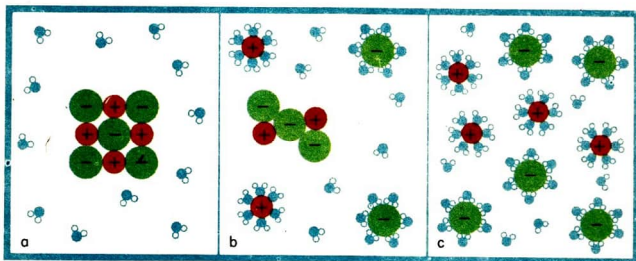

Abb. 5 Teilchendarstellung der Reaktion von Natriumchlorid mit Wasser
Bei der chemischen Reaktion von Ionensubstanzen mit Wasser findet auch eine **Umordnung und Veränderung der Teilchen** statt. Die Moleküle des Wassers wirken so auf die Ionen an den Oberflächen der Ionenkristalle ein, daß die Ionenbeziehung dort aufgehoben wird. Wassermoleküle lagern sich an die Ionen an, so daß sich keine Ionenbeziehung zwischen den entgegengesetzt geladenen Ionen mehr ausbilden kann. Dieser Vorgang wiederholt sich, bis der gesamte Ionenkristall abgebaut ist (Abb. 5). ①
- ① Beschreibe die Umordnung und Veränderung der Teilchen beim Lösen von Natriumchlorid in Wasser anhand der Abbildung 5!
- ② Erläutere die Merkmale der chemischen Reaktion am Beispiel des Lösens von Natriumchlorid in Wasser!
- ③ Aus Kaliumchlorid ist eine Kaliumchloridlösung herzustellen.
- ④ Entwickle für das Lösen von a) Kaliumiodid, b) Bariumchlorid und c) Magnesiumchlorid die Reaktionsgleichungen in Ionenschreibweise! Interpretiere die Reaktionsgleichungen!